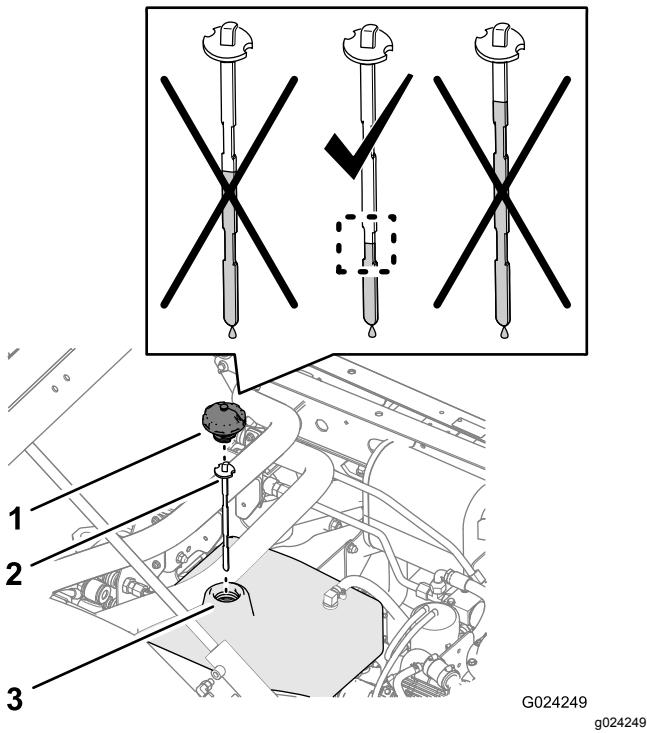
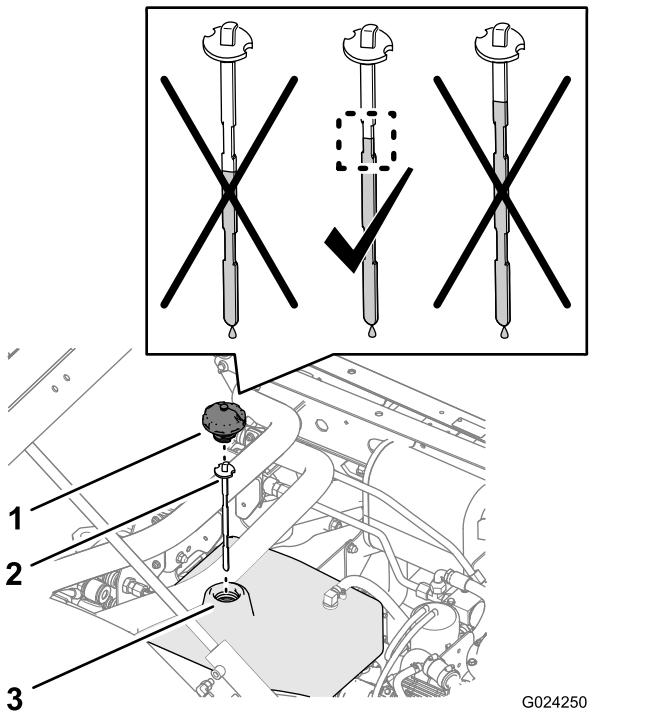

Figura 79
Figura 80
4. Limpie la zona alrededor del cuello de llenado y el tapón del depósito hidráulico (Figura 79 y Figura 80).
5. Retire el tapón y la varilla del cuello de llenado del depósito y límpie la varilla con un trapo (Figura 79 y Figura 80).
6. Inserte la varilla en el cuello de llenado; luego retírela y compruebe el nivel del fluido (Figura 79 y Figura 80).
7. Si el nivel es bajo, añada fluido hidráulico del tipo especificado al depósito hasta que el nivel llegue hasta la mitad de la zona recortada de la varilla (Figura 79 y Figura 80).
8. Instale la varilla y el tapón en el cuello de llenado del depósito (Figura 79 y Figura 80).